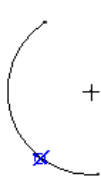

图 4.11.1 约束的“禁用”
- 右击，对齐约束符号（小圆圈）上被画上斜线（图 4.11.1），表示对齐约束被“禁用”，即对齐约束不起作用。如果再次右击，“禁用”则被取消。